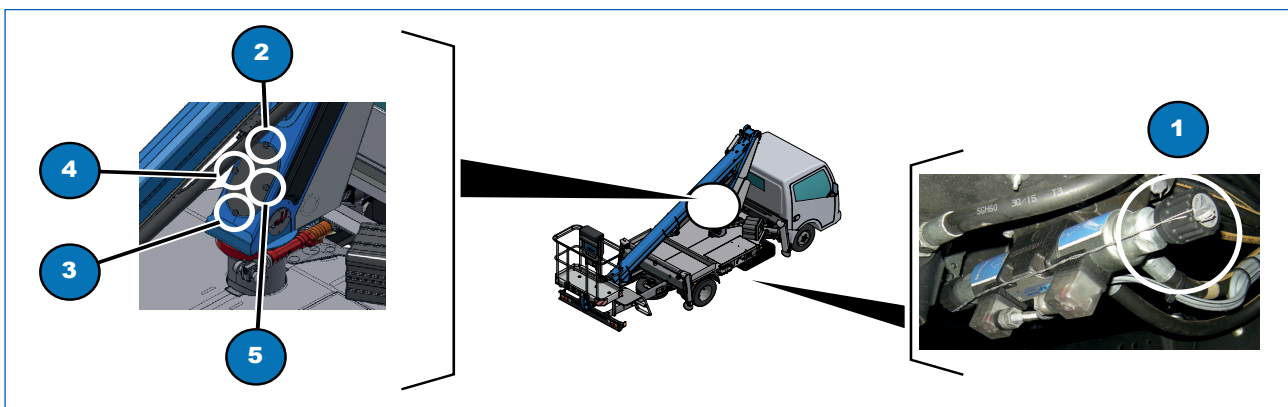

Fig. 7.4
- 3) débloquer la soupape de dérivation (Fig. 7.4, 1) « commande stabilisateurs/nacelle de travail » située à proximité des commandes des stabilisateurs ;
- 4) enlever complètement le carter sur la tourelle en dévissant les poignées noires de blocage (Fig. 7.4, 2, 3, 4 e 5) ;